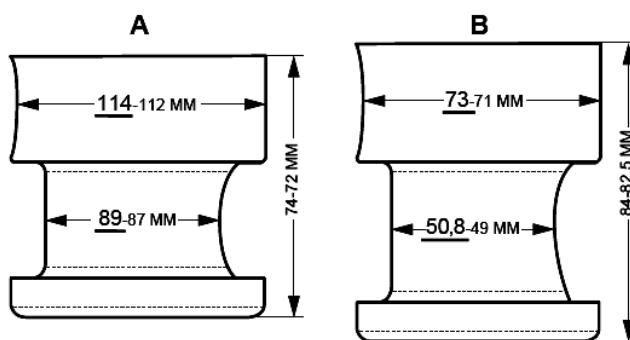

Рис. 8- Предел допустимого износа шкворня
Износ шкворня запрещается компенсировать регулировкой запорного механизма (см. рис. 8).
**ПРИМЕЧАНИЕ:** чем больше износ запорного механизма, тем ближе положение ключа к (min. зазор). Если регулирование запорного механизма больше невозможно, то изношенные части запорного механизма необходимо заменить на новые. После замены новых частей запорного механизма, его следует заново отрегулировать при условии, что шкворень в пределах допустимого износа (см. рис.8).